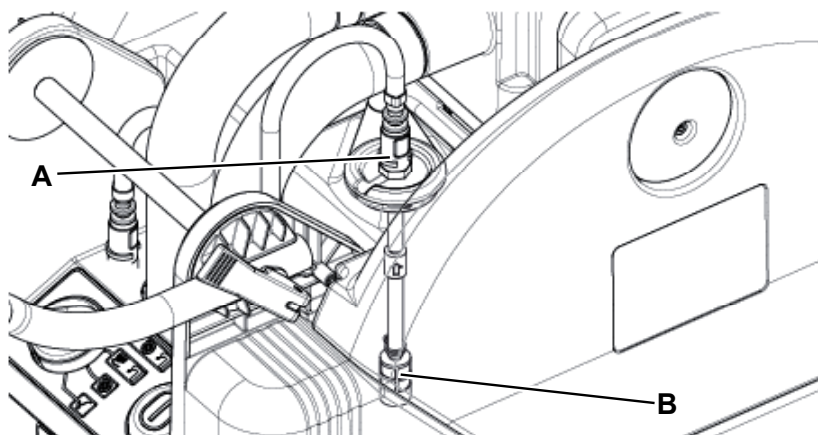

Рис. 4
2. Убедитесь, что сетевой шнур (10) отсоединен от сети электропитания.
3. Снимите пробку (А, Рис. 4) шланга для раствора, аккуратно отделите шланг от бачка и промойте водой фильтр (В).